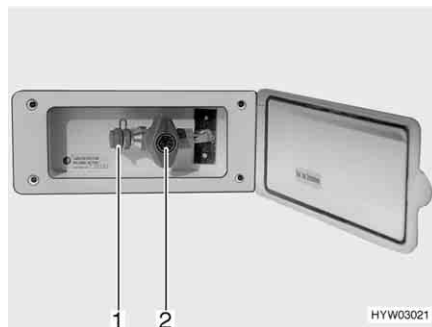

Fig. 149 Raccordement externe de gaz avec robinet d'arrêt de gaz fermé
Le raccordement externe de gaz (Fig. 149) se trouve, selon les modèles, à l'arrière ou sur le côté gauche ou droit du véhicule.
- Raccorder l'appareil à gaz externe sur le raccord (Fig. 149,1).
- Ouvrir le robinet d'arrêt de gaz (Fig. 149,2).